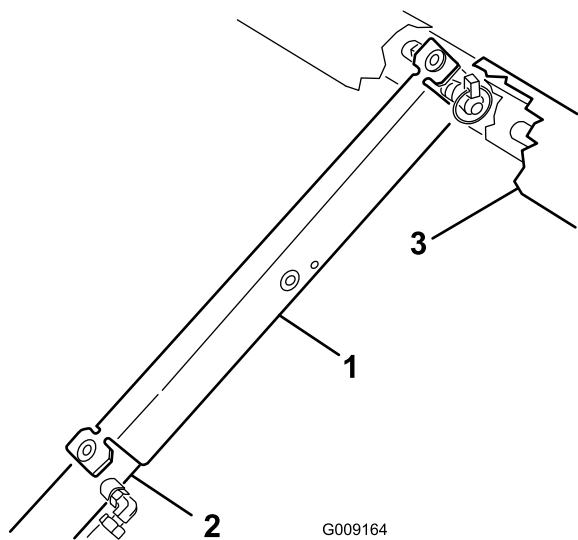

図 22
3. サポートをシリンダロッドにはめ込んで、安全サポートの端部でシリンダバルブの端とシリンダロッドの端を確実に支える 図 22。